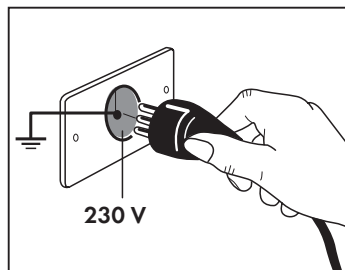

Fig. 1
- Assicurarsi che l'impianto elettrico di rete (230V~) sia munito di presa a terra, secondo quanto prescritto dalle normative esistenti in materia (**Fig. 1**)